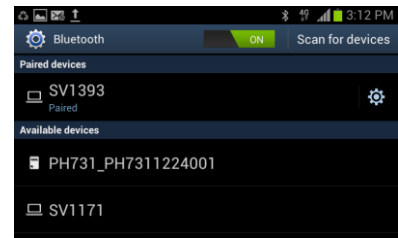

Abbildung 2. Geortete Geräte
- e) Wählen Sie die Seriennummer des Modells PH731 aus der angezeigten Geräteliste aus (Abbildung 2).